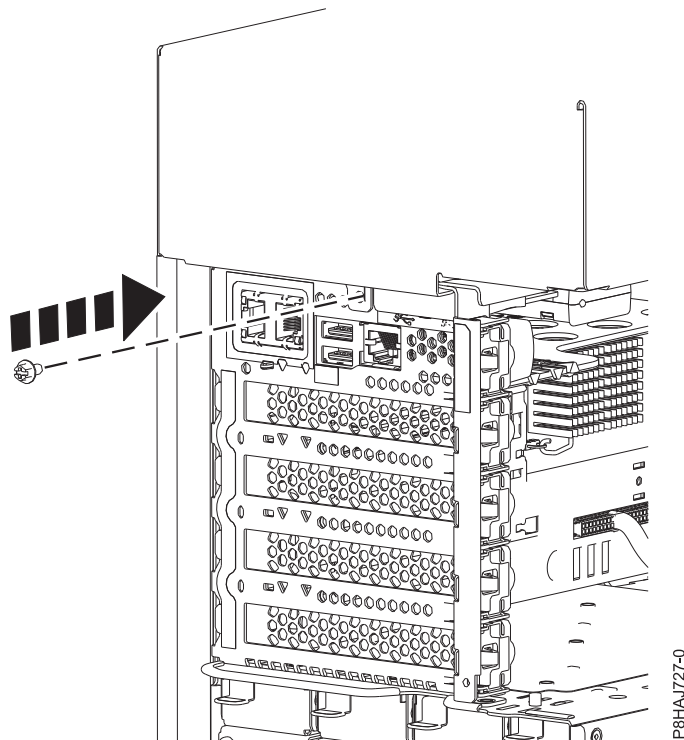

Figura 23. Colocación del tornillo de la cubierta lateral de 8286-41A
5. Ponga el tornillo posterior de la cubierta lateral con un destornillador de estrella, tal como se muestra en la Figura 23 en la página 41.